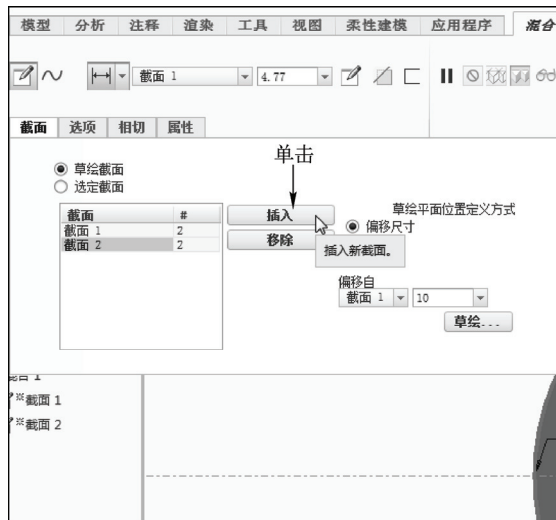

图 6-62 单击“插入”按钮
STEP 06 单击“关闭”面板中的“确定”按钮 , 完成截面绘制并退出草绘环境。单击“截面”按钮, 打开“截面”下滑面板, 在“截面”列表框中选择“截面 2”选项, 在“输入偏移值”文本框中输入“10”, 单击“插入”按钮, 如图 6-62 所示。